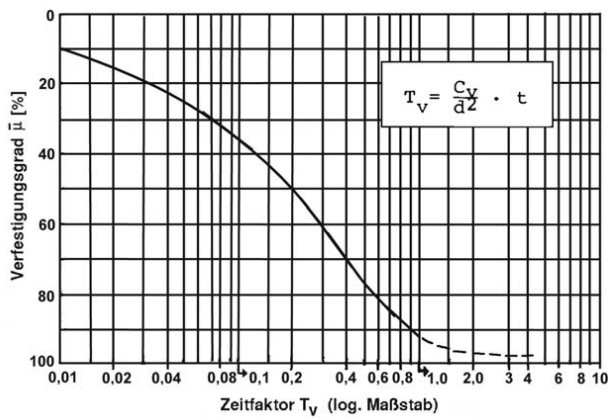

Abb. 2.3: Konsolidierungsgrad (Formelsammlung BM I)
- $l_0 = \sqrt[3]{\frac{Q_{ges,d}}{\gamma}} \mapsto \frac{c}{\gamma \cdot l_0} \mapsto \frac{d}{l_0} \mapsto$ Abbildung 2.3 mit $\varphi \Rightarrow b_Q$